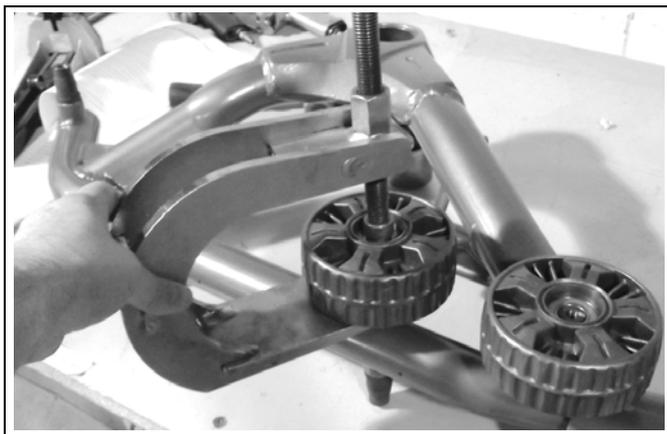

Figure 28
- Placer l'extracteur sous la roulette tel qu'illustré à la Figure 28 puis visser la tige fileté de celui-ci pour retirer la roulette.